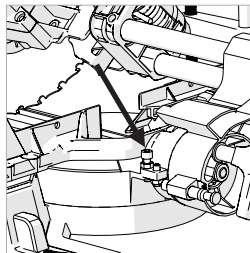

Fig. 23
- Lösen Sie die Kontermutter an der Einstellschraube der Winkelschräge. (Abb. 23)